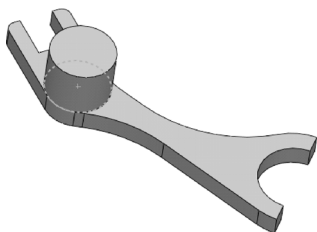

图 3-66 拉伸出凸台
STEP 3 单击“特征”工具栏中的“拉伸凸台/基体”按钮，选择新创建的实体的上表面，绘制一与实体圆弧相切且同圆心的圆，拉伸深度设置为 30mm，执行拉伸操作，效果如图 3-66 所示。